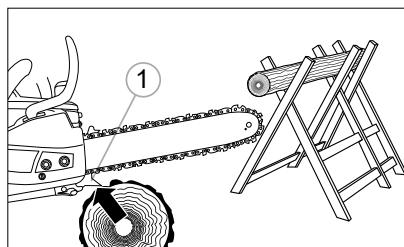

Fig. 19
În cazul tăierii transversale, suportul (opritorul) dințat 1 (Fig. 19) trebuie așezat pe bușteanul tăiat.
3. Așezați vârful sub formă de ac a pistolului (seringii) în orificiul de lubrificare și introduceți lubrifiantul până la apariția pe marginea exterioară a roții dințate de lanț a şinei (Fig. 19).